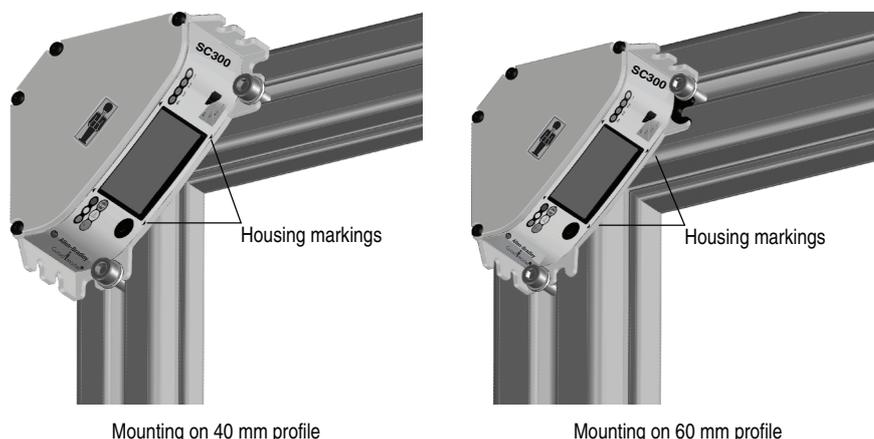

Figura 13 – Ejemplo: montaje con tuercas deslizables en perfiles de grosor diferente
- Siempre use arandelas debajo de los tornillos (Figura 13)